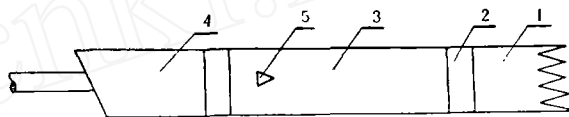

图1 爪子钻具
1. 钻具结构：用直径89毫米或108毫米岩心管（根据所钻之井径决定）长0.4至0.5米，一端车成岩心管丝扣；另一端切制锯齿，一般89毫米岩心管切6个齿，108毫米切8个齿，其齿长为80—90毫米，齿的排列要均匀。利用速接管接手速在普通岩心管上，岩心管上部速取粉管即可，其岩心管长1米至1.5米，在岩心管上端切一三角口，以便上钻时，钻具内水从水口流掉如图1。